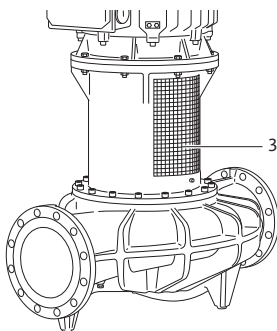

Fig. 48: Sumontuota movos apsauga
- **Ekspluatuokite siurbį tik su sumontuotomis movos apsaugomis (Fig. 48, poz. 3).**